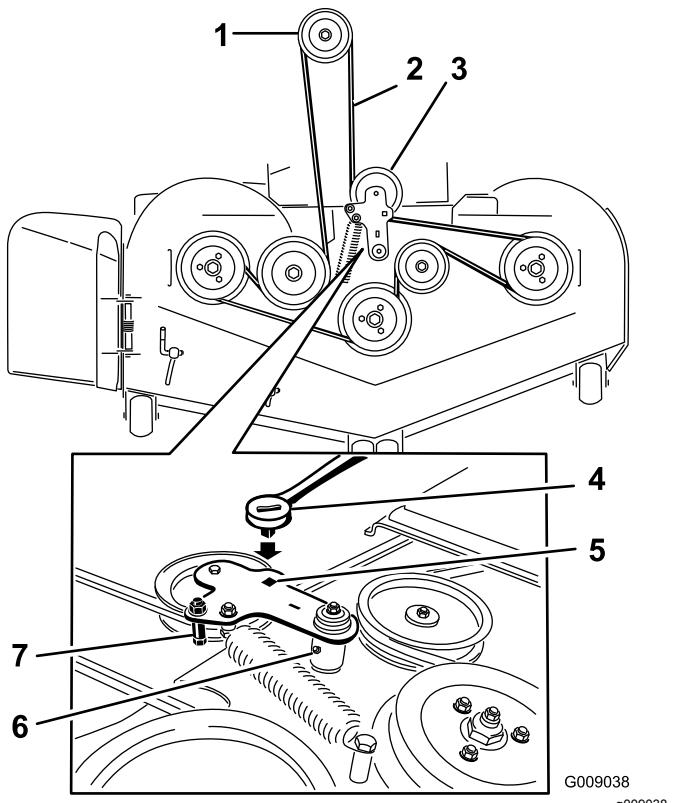

Figura 79
5. Utilice una llave de carraca en el taladro cuadrado del brazo tensor para aliviar la tensión del muelle tensor (Figura 79).
7. Instale la guía de la correa en el brazo tensor tensado con muelle indicado en Figura 79.
9. Pase la correa nueva alrededor de las poleas del cortacésped y de la polea del embrague, debajo del motor (Figura 79).
10. Instale la guía de la correa en el brazo tensor según se muestra en Figura 79.
11. Utilizando la llave de carraca en el taladro cuadrado, instale el muelle tensor (Figura 79).